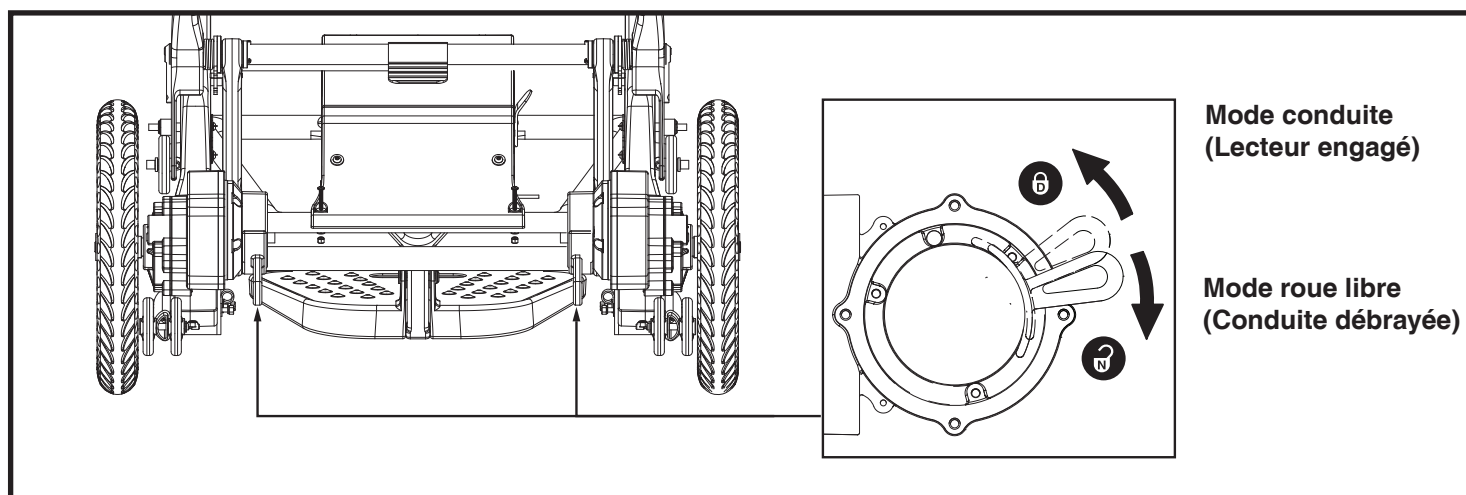

Figure 3. Leviers de roue libre
1. Trouvez le levier sur chaque moteur. **Voir la figure 3.**
2. Tournez les leviers de roue libre manuels vers l'extérieur pour débrayer les moteurs d'entraînement (mode roue libre). **Voir la figure 3.**
3. Tournez les leviers de roue libre manuels vers l'intérieur pour engager les moteurs d'entraînement (mode conduite). **Voir la figure 3.**